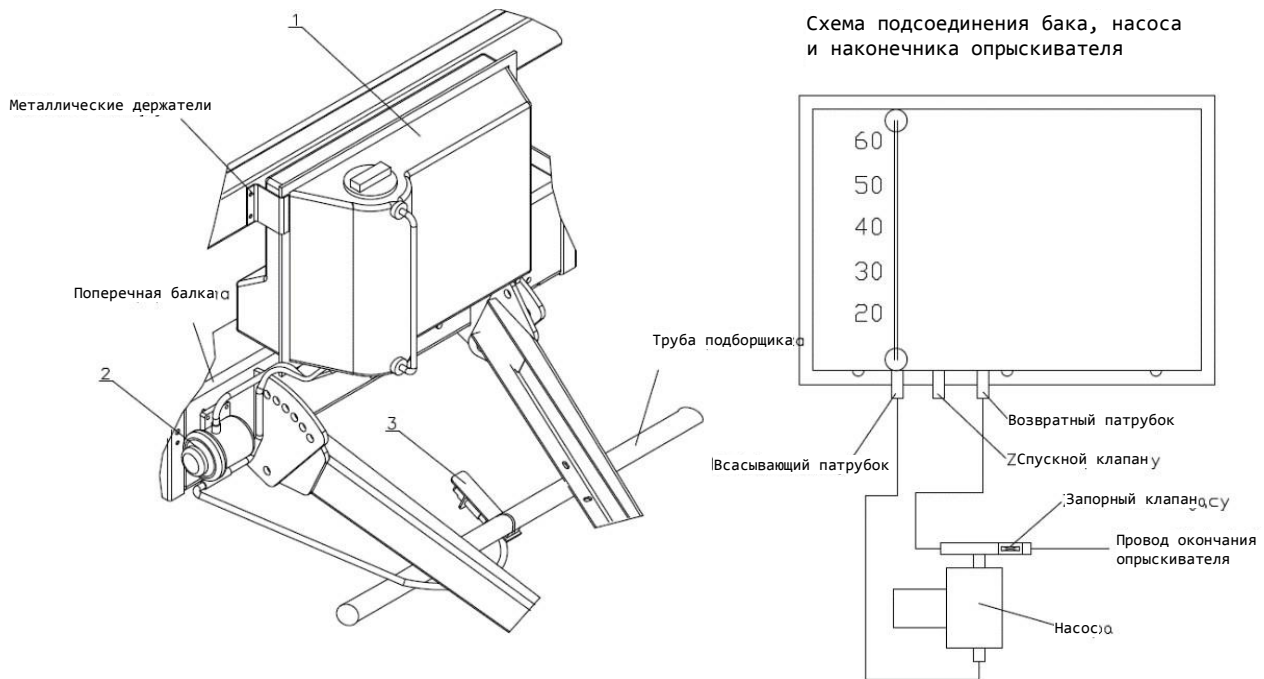

Рисунок 18. Аппликатор для силосования кормов
Аппликатор располагается в месте, указанном на рис. 18. Если аппликатор не установлен, пользователь может купить его отдельно и установить самостоятельно (прежде чем установить аппликатор обязательно необходимо проверить комплектность поставки) или в авторизованном сервисе продавца или производителя.
Сборка узла аппликатора начинается с установки насоса (2) на балке в месте, показанном на схеме (рис. 18).